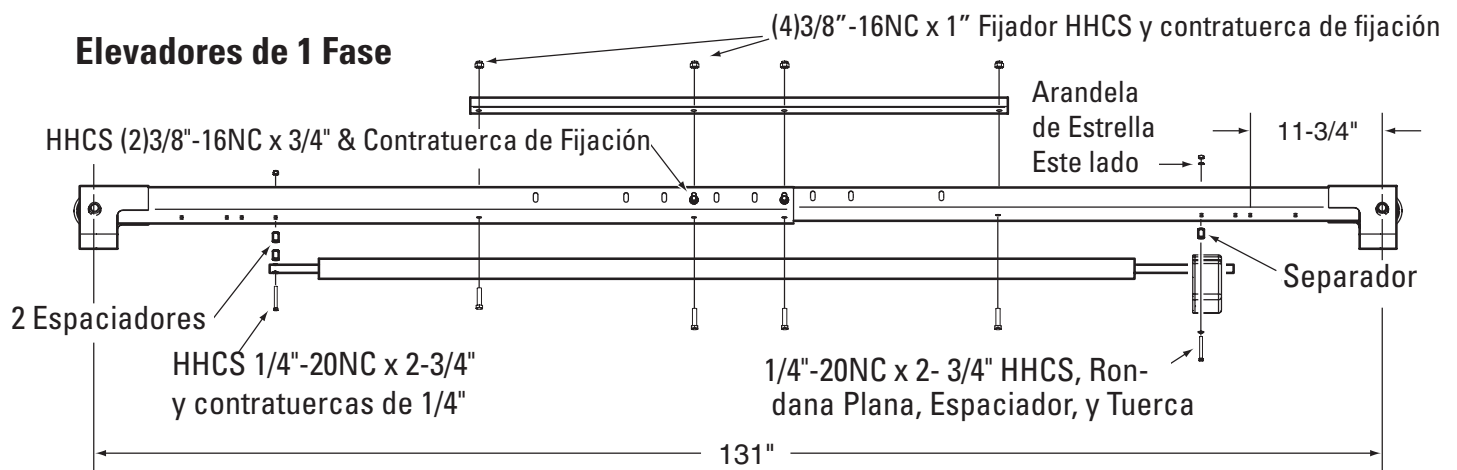
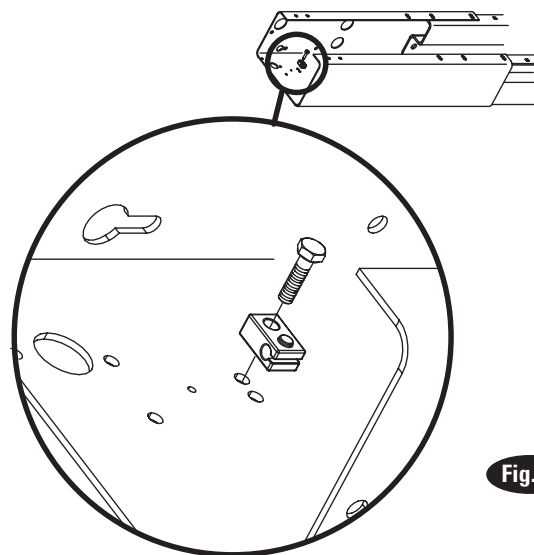

Fig. 6.
Fig. 3.
2. Guías del Cable de Seguridad: Instale los soportes de aseguramiento de los cables guía de conducción a las extensiones de la columna con (1) HHCS de 1/4"-20NC x 1" y Contratuercas de Fijación HHCS de 1/4"-20NC, Fig. 3. Los HHCS deben pasar a través del orificio más cercano al borde como se muestra, Fig. 3.
3. Extensiones de la columna: Mientras la columna se encuentre en el piso, instale las extensiones de la columna utilizando (4) 3/8"-16NC x 1" largo. remaches y contratuercas de fijacion, Fig. 3 & Fig. 1b. Utilice (2) 3/8"-16NC x 2-1/2" largo. Remache y contratuerca de fijacion para unir la barra de fijación y la extensión de la columna juntas en los agujeros superiores de la columna, Fig. 3. La barra de vinculación se posiciona en el exterior de la extensión de columna. Ajuste las extensiones de columna a plomo.
¡IMPORTANTE! Todas las rondanas de estrella deben de montarse en la columna del lado derecho para asegurar la conexión a tierra del interruptor del límite superior. No se necesitan las rondanas de estrella al montar la columna del lado izquierdo. Tenga en cuenta el montaje de la extensión de la columna, Fig. 3 así como el montaje del interruptor del límite superior en la Fig. 3 & Fig. 6.